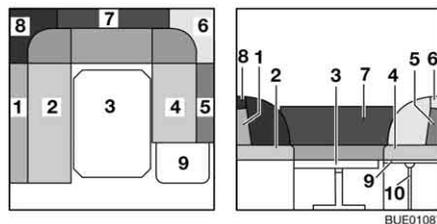

Bild 98 Während des Umbaus
- Stütze (Bild 98,10) in die Aufnahme an der Bettkasten-Verlängerung einsetzen.
- Die Rückenpolster (Bild 98,1, 5, 6, 7 und 8) abnehmen und beiseite legen.